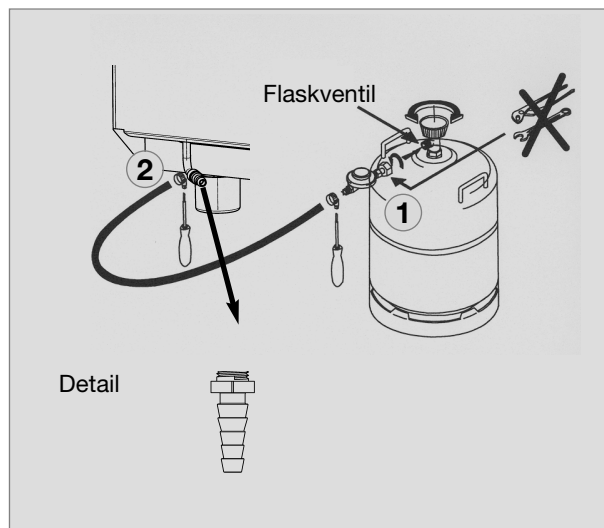

Fig. 3
- En fastindstillet trykregulator (**1**), Fig. 3, trykreduktionsventil) skal monteres på gasflasken til køleskabet. Køleskabet må ikke tilsluttes med et andet tryk end det, der er angivet på typeskiltet.
- Gasslangen skal sluttes regulator med solide spændebånd (**2**) , Fig. 3.